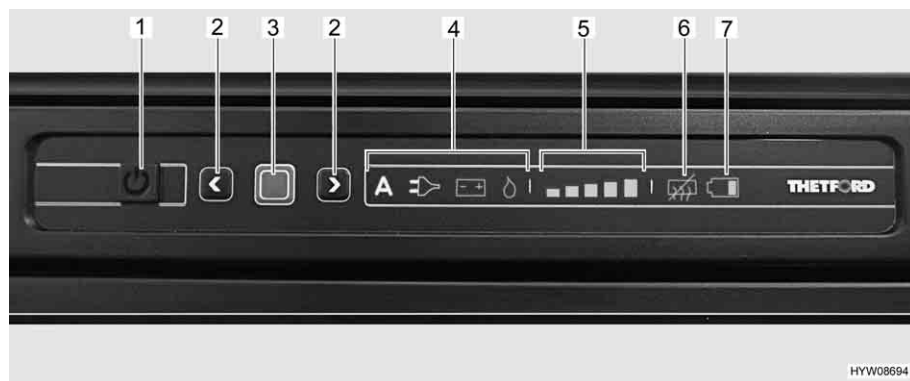

Fig. 179 Frigorifero Thetford N3000 con quadro comandi a LED
- Premere il tasto On/Off (Fig. 179,1) per 1 secondo. Il tasto si illumina di verde. Dopo circa 10 secondi, l'indicatore viene attenuato per risparmiare energia.
- Premere il tasto di conferma (Fig. 179,3). Viene visualizzata l'ultima modalità di funzionamento selezionata.
- Premere il tasto di conferma (Fig. 179,3) per circa 2 secondi. I simboli della modalità di funzionamento lampeggiano.
- Selezione manuale dell'energia: Selezionare le fonti di energia desiderate con i tasti freccia (Fig. 179,2).
- Sistema automatico di selezione di energia (solo per modelli con selezione automatica dell'energia): Selezionare la modalità di funzionamento "A" con i tasti freccia (Fig. 179,2).
- Confermare la scelta con il tasto di conferma (Fig. 179,3).
- Premere nuovamente il tasto di conferma (Fig. 179,3). L'indicatore del livello di refrigerazione (Fig. 179,5) lampeggia.
- Per modificare l'impostazione, premere i tasti freccia (Fig. 179,2) fino a visualizzare l'impostazione desiderata.
- Premere il tasto On/Off (Fig. 179,1) per circa 2 secondi. Tutte le spie si spengono. Il frigorifero è spento.
Dopo l'accensione il frigorifero seleziona automaticamente la regolazione del termostato selezionata per ultima. Questa impostazione può essere modificata manualmente con i tasti freccia (Fig. 179,2). Ci vogliono alcune ore prima che il frigorifero raggiunga la temperatura normale di esercizio. Quando si commuta a un'altra modalità di funzionamento, la regolazione sul termostato viene mantenuta.